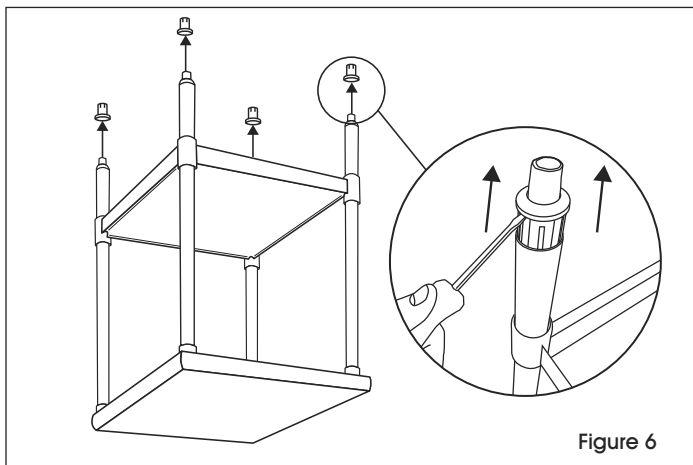

Figure 6
1. Flip the table back over onto a smooth, non-marring surface. Remove adjustable feet from tube legs using a flat head screwdriver. (See Figure 6)
1. Tournez la table à l'envers sur une surface plane et non marquante. Retirez les pattes réglables des tubes de pied à l'aide d'un tournevis à tête plate. (Voir Figure 6)